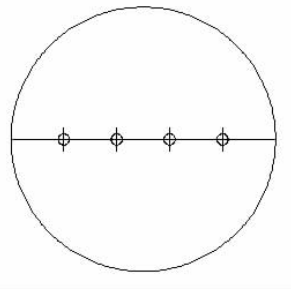

图 3-8 等分直线段
(1) 绘制一个任意大小的圆,用直线连接  $0^\circ$  与  $180^\circ$  的象限点,把直线用定数等分分成 5 等分,如图 3-8 所示。